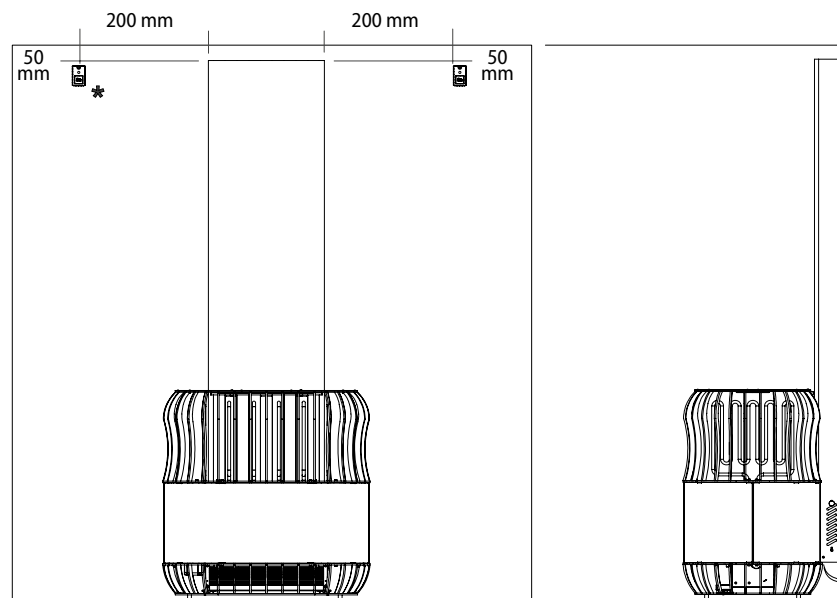

Figura 1
**N.B.:** la temperatura massima all'altezza del sensore di temperatura dell'unità di controllo (200 mm dal riscaldatore e 50 mm dal soffitto) è 100 °C (Figura 1).